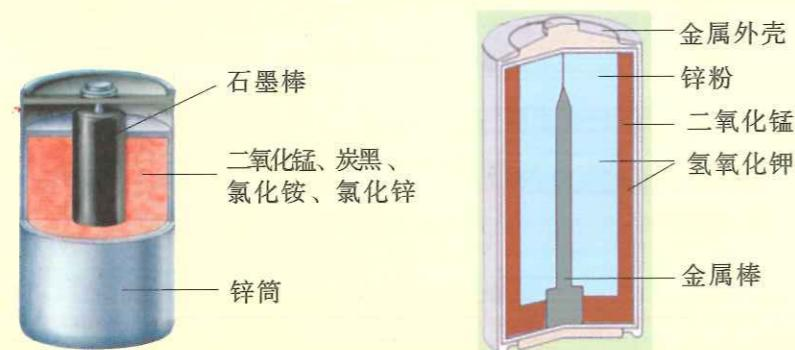

图 1-10 普通锌锰干电池的构造示意图 图 1-11 碱性锌锰电池的构造示意图
1. 普通锌锰干电池是最早进入市场的实用电池，其构造如图1-10所示。普通锌锰干电池制作简单、价格便宜，但存在放电时间短、放电后电压下降较快等缺点。碱性锌锰电池比普通锌锰干电池性能优越，它的比能量 [电池单位质量或单位体积所输出电能的多少，单位 $(w\cdot h)/kg$ 或 $(w\cdot h)/L$] 大，能提供较大电流并连续放电。目前，在我国碱性锌锰电池正在逐渐代替普通锌锰干电池。碱性锌锰电池的构造如图1-11所示，其电池反应方程式为：